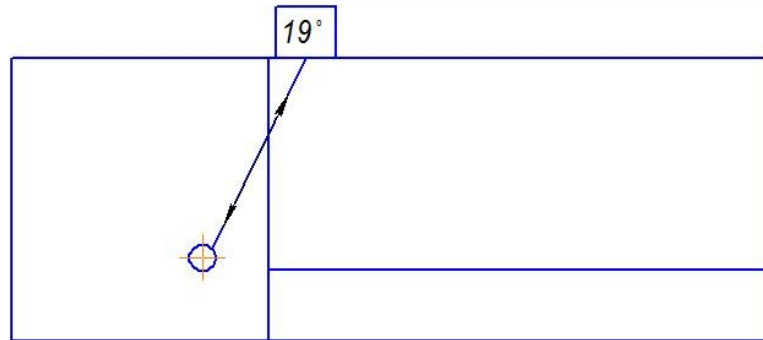

Рис. 7.13.1. Схема установки преобразователя на ОСО 32.006-2002 при проверке чувствительности по варианту BR3.
- установить ПЭП на ОСО 32.006-2002 согласно схеме на Рис. 7.13.1. и найти максимум эхосигнала от отверстия $\varnothing 6$ мм на глубине 44 мм;
- установить ПЭП на ОСО 32.006-2002 и найти максимум эхосигнала от отверстия $\varnothing 6$ мм, Рис.7.13.1;